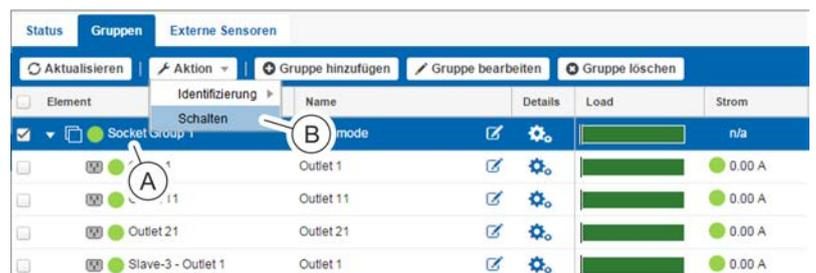

Abb. 146: Menü "Status" – Registerkarte "Gruppen"
3. ➤ Gewünschte Steckdosengruppe auswählen (Abb. 146/Ⓐ).
4. ➤ Über „Aktion → Schalten“ (Abb. 146/Ⓑ) das Fenster "Schalten" aufrufen.
- Gewünschte Steckdosengruppe auswählen (Abb. 146/Ⓐ).
- Über „Aktion → Schalten“ (Abb. 146/Ⓑ) das Fenster "Schalten" aufrufen.